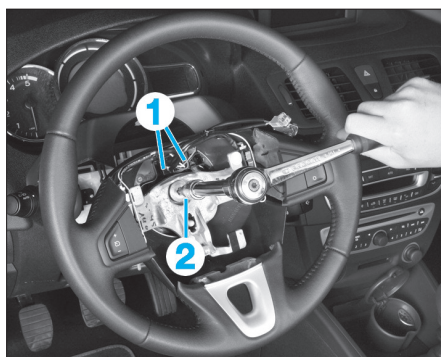

FIG. 1
- Débrancher le ou les connecteurs (1) (en fonction de l'équipement).
- Déposer la vis (2) (Fig.1).